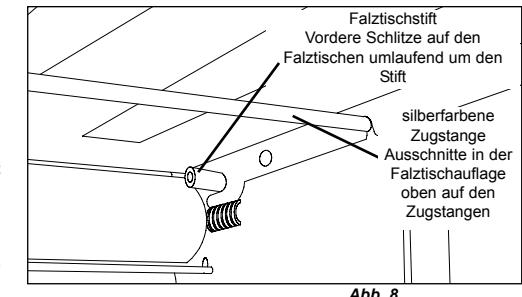

Abb. 8
- Die Schlüsse am Ende beider Falztische passen auf die 2 silberfarbenen Stifte (2) im Inneren des Geräts (Abb. 8).
- Die Falztische müssen auf der Oberseite der silberfarbenen Zugstangen aufliegen (s. Abb. 8).
Tipp: Viele Anwender finden es leichter, die Falztische von unten her zu installieren (Abb. 8).